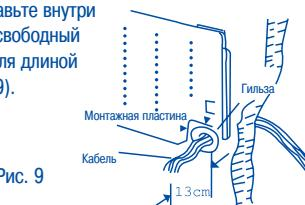

Рис. 9
1) Проденьте соединительный кабель через отверстие в стене. Оставьте внутри помещения свободный участок кабеля длиной 13 см (рис. 9).